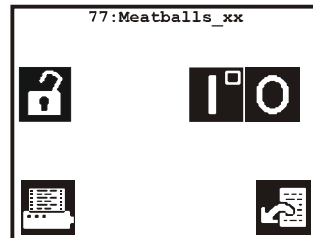
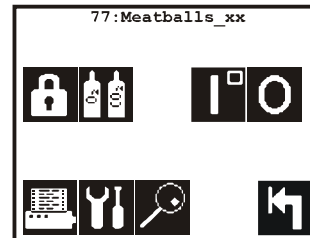

Fig. 12. Etat verrouillé
Fig. 13. Etat non verrouillé
Le TGC-2 est doté d'une fonctionnalité de code d'accès qui permet de protéger tous les menus de paramétrage ou réglage de l'appareil ou des relevés. En passant au menu principal  il est possible de voir tout de suite si le module est verrouillé (Fig. 12) ou non (Fig. 13).
Activer le code d'accès en appuyant sur  en Fig. 13. L'affichage passe immédiatement à la Fig. 12 et l'appareil est verrouillé.
2. Appuyer sur  pour passer à l'écran de saisie des chiffres, où saisir le code d'accès. Dès que le code est saisi, appuyer sur  pour vérifier si le code est correct. Si la Fig. 12 s'affiche à nouveau, le code n'est pas correct, si l'affichage passe à la Fig. 13, le code est correct.